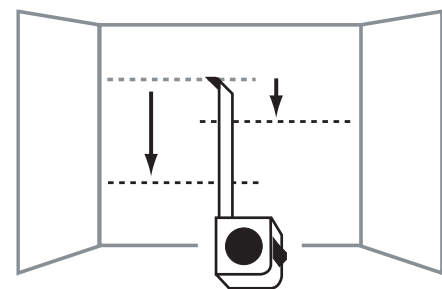

FIG. 3.2
3. Usando las mediciones de la ubicación de altura de los estantes inferiores (A) en la cuadrícula, mida desde el estante superior hacia abajo y marque todas las ubicaciones del estante en la pared trasera del armario (Fig. 3.2).